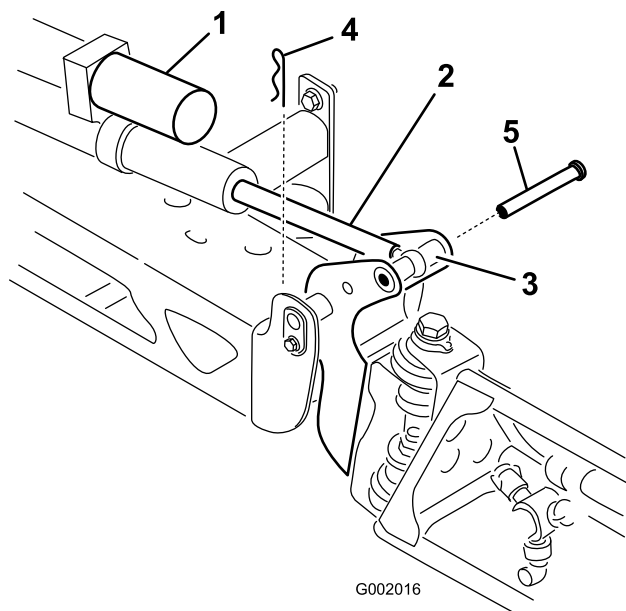

Figura 36
2. Togliete la coppiglia dal perno di articolazione (Figura 36).
il perno attraverso il perno della barra e l'asta dell'attuatore (Figura 36).
3. Sollevate la barra e togliete il perno (Figura 36). Abbassate lentamente la barra all'hardstop.